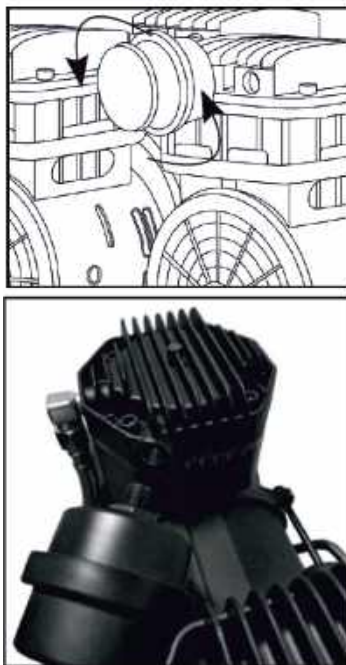

Рис. 4
4. Установите на каждый поршневой блок воздушный фильтр (Рис. 4).